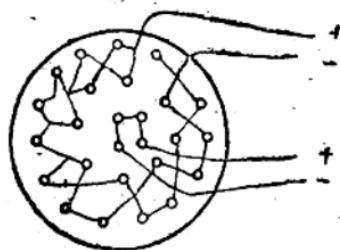

图 12
(1) 束状联綫：比串联优越，联結得快，而且当产生一个瞎炮时不象串联那样使很多炮不响(图12)。